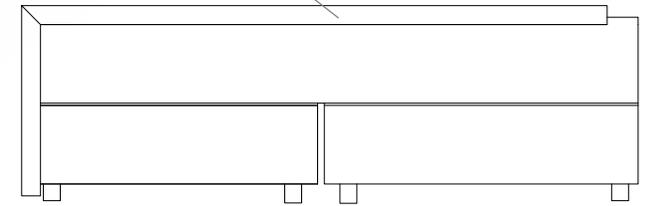

Рис. 8 Обрамление
- Обрамлять панели возможно уголковым профилем через заранее подготовленные отверстия min  $\Phi 4$ mm, но не более диаметра шапки самореза, уголок крепится к сайдингу саморезами 3,5x50мм. (Рис.8).